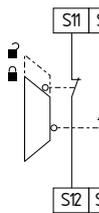

Fig. 11
**Surveillance de protecteur à 2 canaux avec dispositifs d'interverrouillage selon ISO 14119 (Fig. 11)**